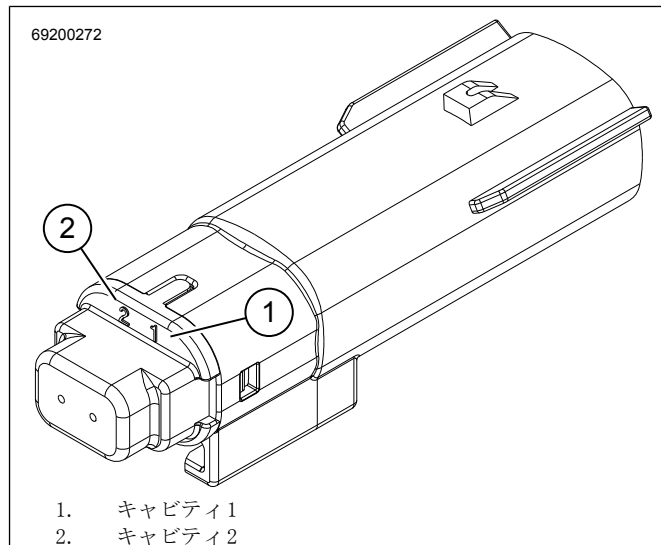

図5。2ピンコネクタ69200272
3. 図5 コネクタ[69200272]のキャビティ1に白/ピンクのターミナルピンを取り付けます。